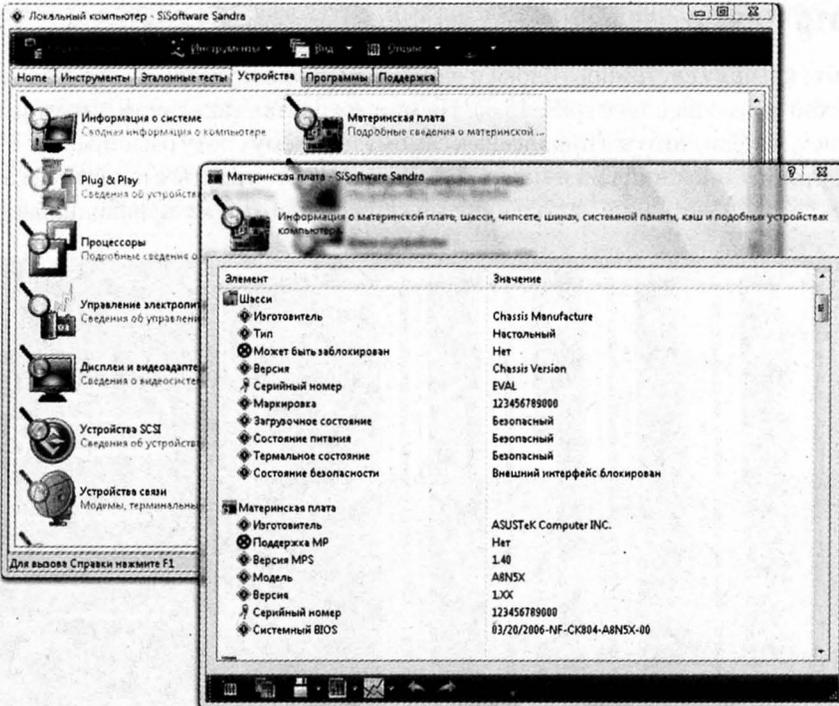

Рис. 15.1. Информация о системной плате в программе SiSoftware Sandra
- ❑ **SiSoftware Sandra** (<http://www.sisoftware.co.uk>). После установки и запуска программы запустите на вкладке Устройства модуль Информация о системе, где собраны основные сведения о процессоре, системной плате и чипсете. Чтобы получить детальную информацию, откройте модуль Материнская плата: здесь можно найти номер версии BIOS, идентификационную строку и другие полезные параметры (рис. 15.1). Кроме того, в соответствующих разделах вы сможете подробно узнать о других компонентах системы.